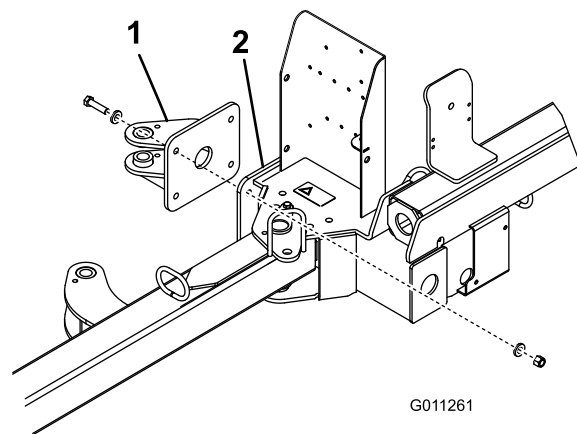

図 5
1. アクチュエータのタブをスーパーのフレームに取り付ける； $1/2 \times 2$  in ボルト (4本)、 $0.531 \times 0.063$  in 平ワッシャ (8枚)、 $1/2$  in ロックナット (4個) を使用する。各コンポーネントは 図 5 のように組み付ける。